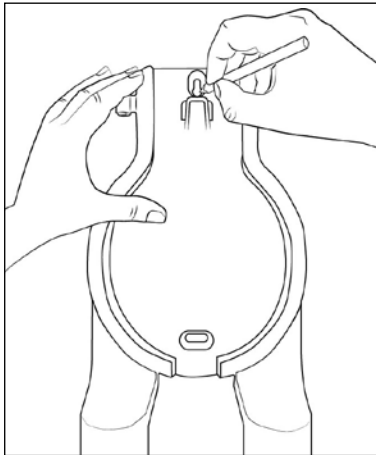

Abb. 4
- 2) Benutzen Sie die Wandhalterung **16** zum Anzeichnen der 2 Bohrlöcher an der Wand (siehe Abb. 4).